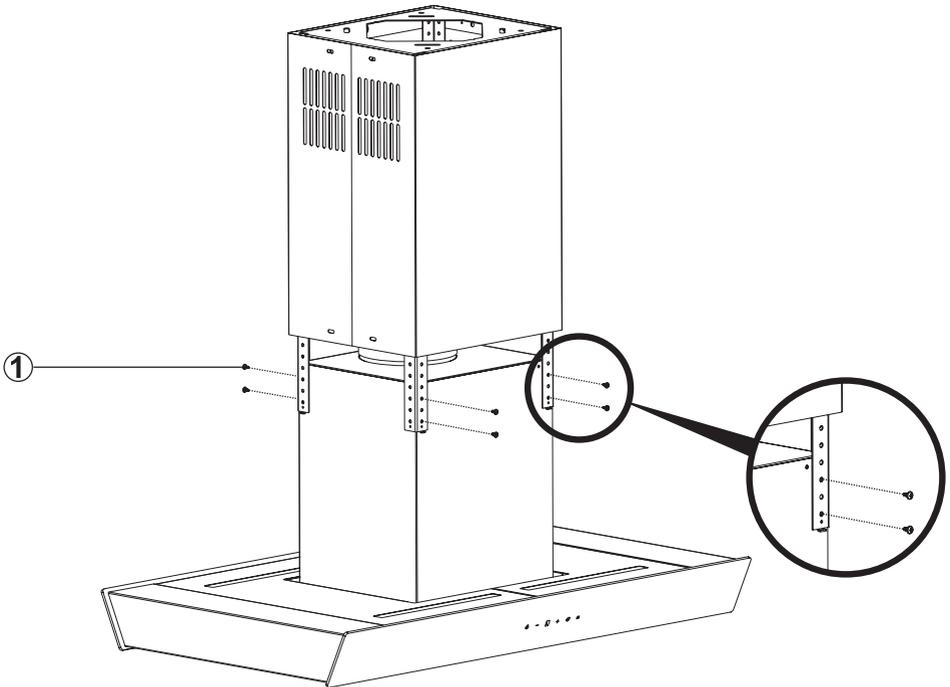

Figura 12: INSTALLAZIONE E COMPONENTI PARTE 4
- Alzare le lamiere della canna fumaria e avvitare il prodotto sulle barre di sospensione con viti rysb 3,5 x 9,5. Figura 12